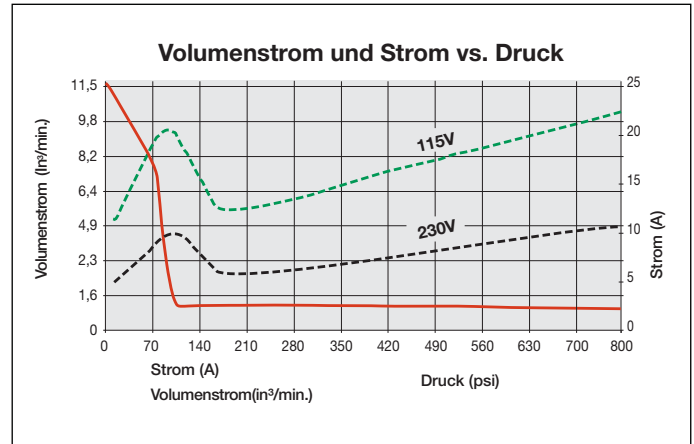

Abb. 1, Volumenstrom-Diagramm
3.2 Volumenstrom-Diagramm (siehe Abb. 1):
*Der tatsächliche Stromverbrauch hängt von der Anwendung ab. Siehe Abb. 1.
1. Der Abschalt- und Leitungsschutz muss vom Kunden bereitgestellt werden. Der Leitungsschutz muss bei 115% des Volllaststroms des Motors bei maximalem Druck der Anwendung liegen (siehe Abb. 1).